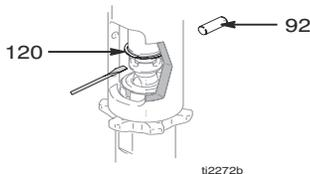
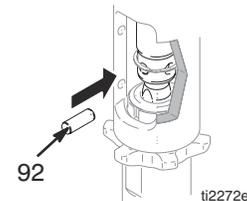

FIG. 8
FIG. 11
2. Fig. 8. Poussez le ressort vers le haut; sortez la broche (92).
2. Fig. 11. Tirer lentement sur le cordon de démarrage pour positionner l'orifice de la broche de la tige de pompe en face de l'orifice de la tige hydraulique. Fig. 8. Introduire la broche (92) dans l'orifice. Poussez le ressort (120) dans la rainure.